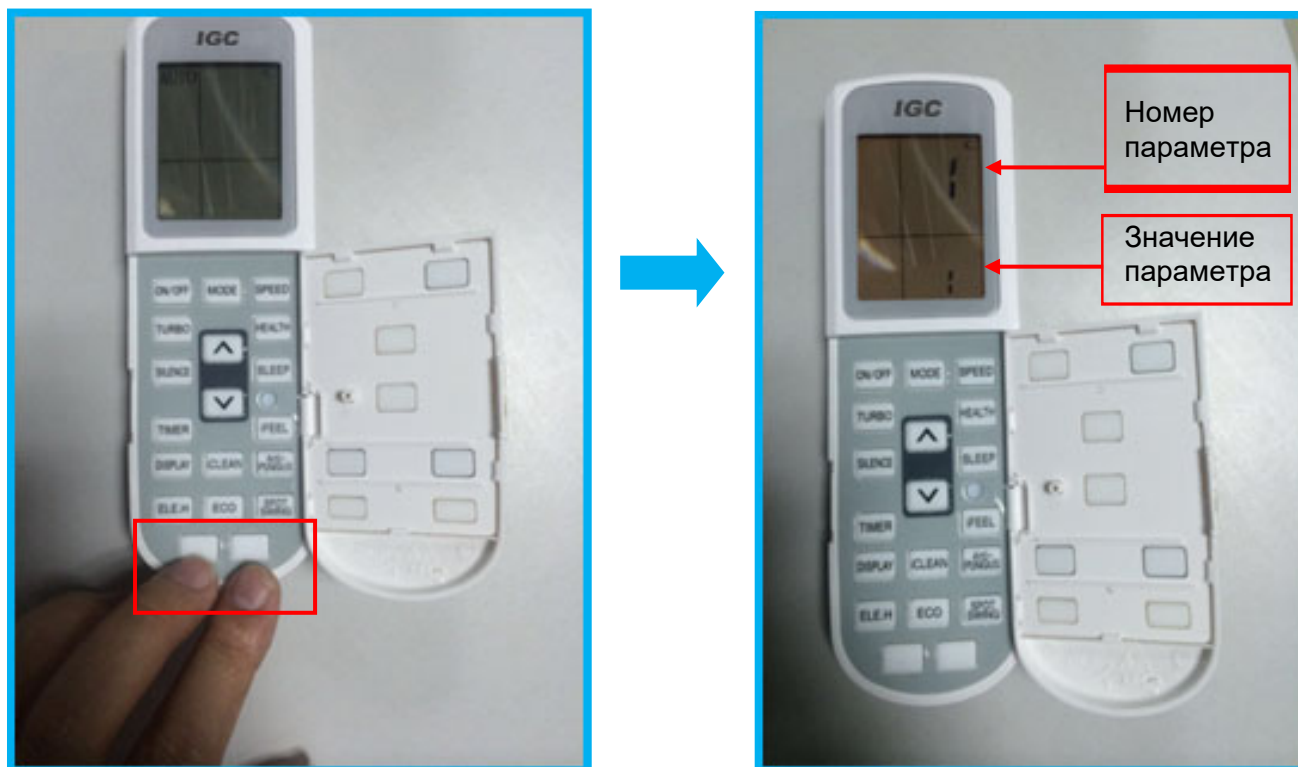

Рис. 2.10
6.Порядок настройки (см. рис.2.10 и 2.11)
- ① Пульт дистанционного управления должен быть выключен
- ② Для входа в режим настройки нажмите и удерживайте одновременно две нижние кнопки на пульте в течение 10 сек
- ③ На дисплее будут отображаться значения "1", "1"
- ④ Число вверху это **номер параметра**: значение 1~15 по таблице 2.1
- ⑤ Число внизу это **значение параметра** по таблице п 6.1